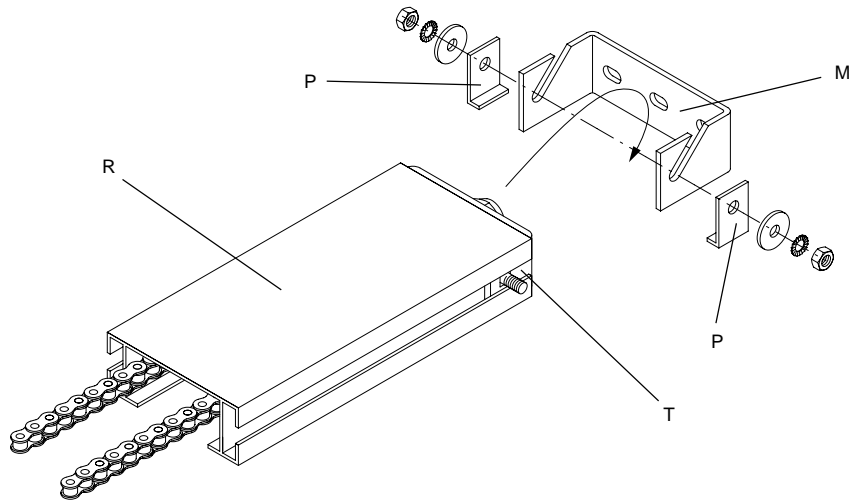
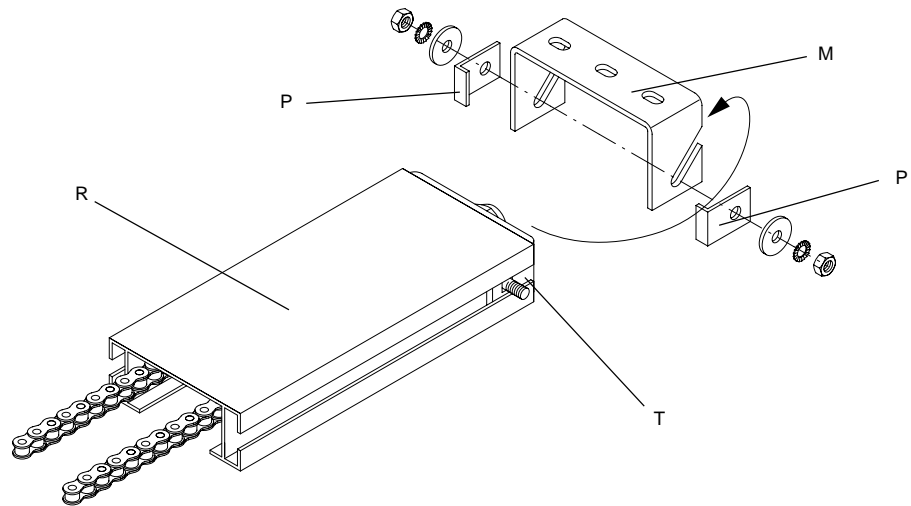

Fig.9
Fig.10
**4.1** Fissare la staffa M sull'architrave o sul soffitto il più vicino possibile alla porta secondo indicazioni di figg. 9 e 10. Notare la posizione delle piastrine di sicurezza P. **N.B.:** Nel caso di montaggio secondo fig. 10 lo spazio min. tra porta e soffitto deve essere di 75 mm.
**4.1** Fix the flask M to the lintel or to the ceiling as closest as possible to the door as per indications given in fig. 9 and 10. Note the position of the safety plates P. **P.N.** In case the assembling is made to fig. 10, the min. space between door and ceiling must be 75 mm.
**4.1** Bügel M am Sturz oder an der Decke, möglichst nah dem Tor, nach den Angaben auf das Bild 9 und 10 befestigen. Beachten Sie die Lage der Sicherheitsplättchen P! **Anmerkung.** Bei Montage nach Bild 10 muß der Mindestabstand zwischen Tor und Decke 75 mm betragen.
**4.1** Fixer la patte M sur le linteau ou sur le plafond, le plus près possible de la porte selon les indications des fig. 9 et 10. Noter la position des plaques de sécurité P. **N.B.** Dans le cas d'un montage selon la fig. 10, l'espace minimum entre la porte et le plafond doit être de 75 mm.
**4.1** Fijar la placa M sobre el dintel o sobre el techo lo más cerca posible de la puerta según las indicaciones de las fig. 9 y 10. Comprobar la posición de las plaquitas de seguridad P. **NOTA:** En el caso del montaje según la fig. 9 el espacio mínimo entre la puerta y el techo debe ser de 75 mm.